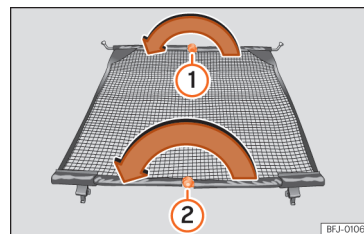

Abb. 152 Netztrennwand einklappen.
- Entriegelungsknopf » Abb. 152 ① drücken und Querstange bei gedrücktem Entriegelungsknopf in Pfeilrichtung einklappen.
- Entriegelungsknopf » Abb. 152 ② drücken und Querstange bei gedrücktem Entriegelungsknopf in Pfeilrichtung einklappen.